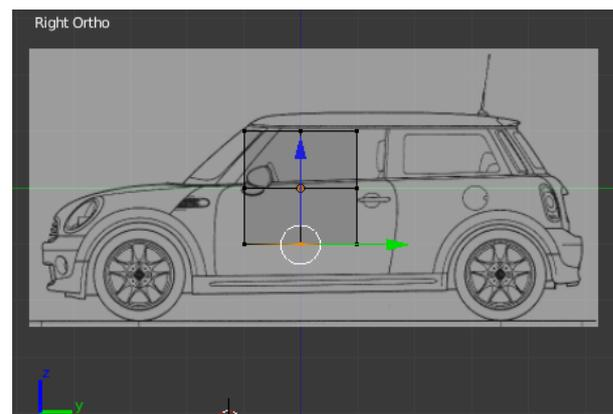

Figura 4.6
7. Pressione de novo Add Image, Not Set e Open. Selecciono o ficheiro com a imagem lateral do carro. No menu Axis selecciono Right. Figura 4.6.